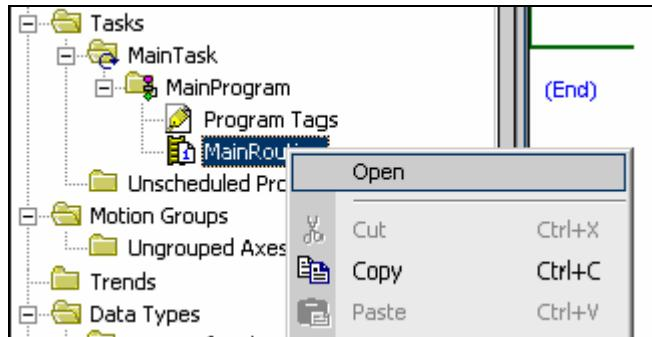

图 4-29 打开主例程
27. 输入梯形图逻辑。右键单击 *MainTask->MainProgram->MainRoutine*，从弹出菜单中选择 *Open*，如图 4-29 所示。